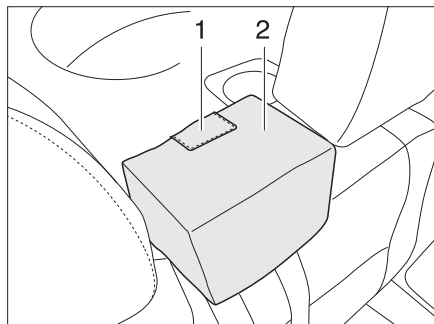

Bild 18 Sicherheitsgurt Sitzbank
- Die Gurtsäule (Bild 18,2) mit beiden Händen kräftig nach unten drücken und loslassen.
- Auf den gekennzeichneten Bereich (Bild 18,1) des Polsters drücken.